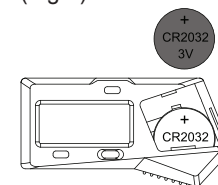

Fig.2
--Coloque una pila CR2032 con el polo positivo hacia fuera (Fig.2).